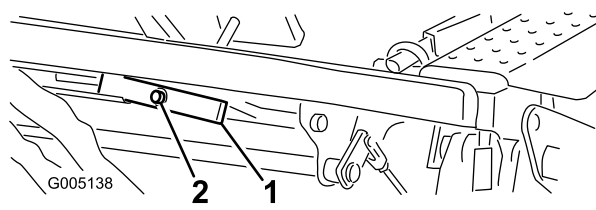

図 45
2. 偏芯ネジ（図 45）を回してピボット・スプリングを上下させて調整する。
1. 昇降ピボット裏のナットをゆるめる（図 45）。